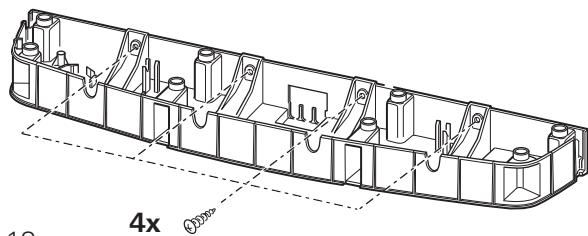

Fig. 18
- ▶ **S 5004** : fixer le support sur le cadre de la niche à l'aide de 4 vis de 3,5 x 16 mm (Fig. 18).